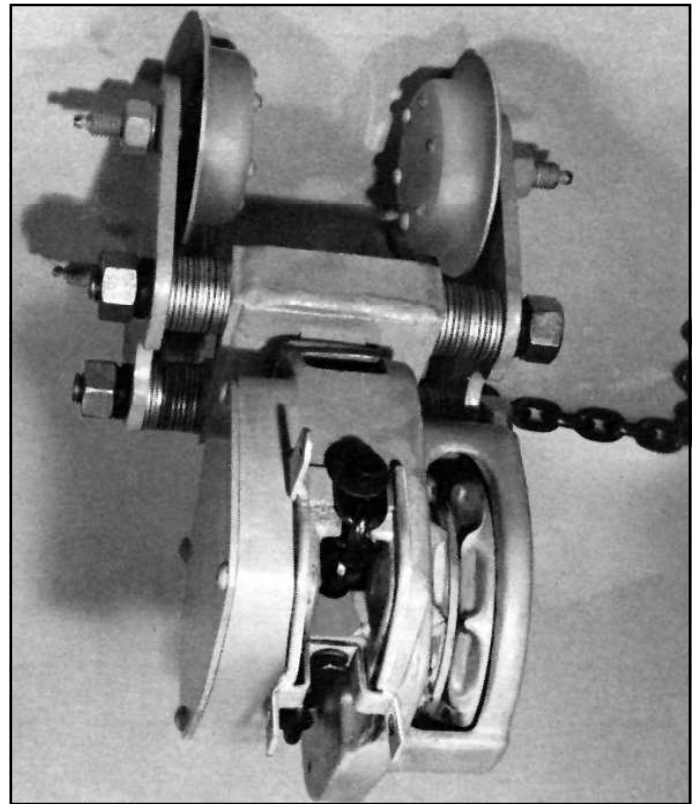

Figura 10-1. Soporte del contenedor de la cadena
- Sostenga el soporte del contenedor de la cadena en el polipasto y ajuste en la parte inferior del polipasto con un tornillo de cabeza hexagonal. La conexión al lateral del polipasto se hará entonces en el siguiente orden: soporte, cadena de carga y el tornillo de cabeza hueca hexagonal original (y la rondana sólo en los modelos de 2 y de 3 a 6 toneladas de 1-1/2 y una cadena de carga). Ver Figura 10-1 .